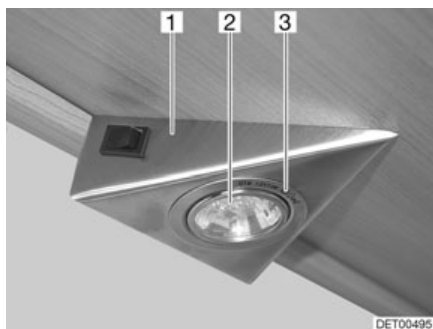

Fig. 277 Lampe halogène encastrée
La lampe halogène est encastrée dans un boîtier (Fig. 277,1).
- Desserrer la bague de recouvrement intérieure (Fig. 277,3) du boîtier avec un tournevis.
- Retirer l'ampoule halogène (Fig. 277,2).